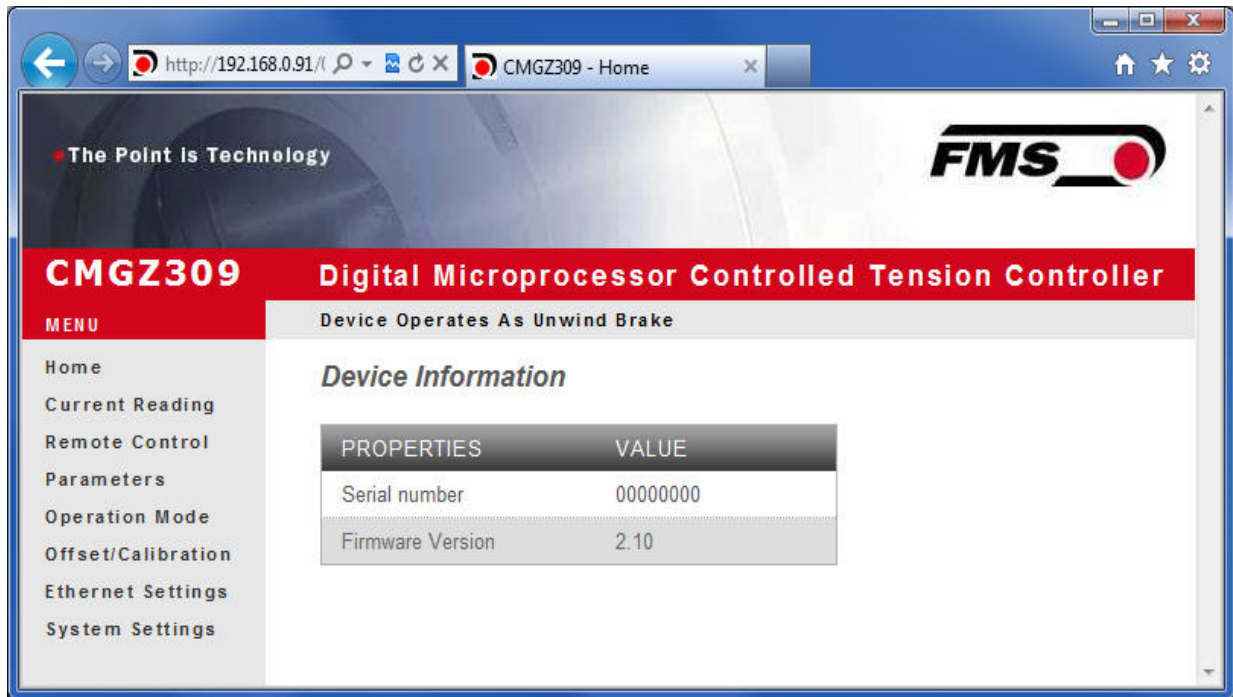

Bild 33: Startseite mit Geräteinformationen
3. Der Bildschirm „Device information“ (**Bild 33**) öffnet sich.